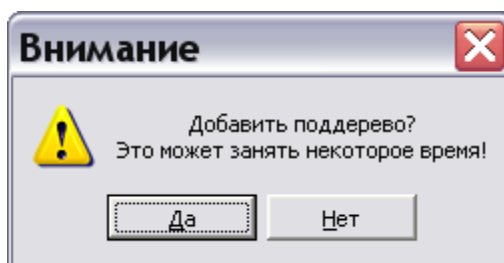

Рис. 18.25
4. Выберите «Да» в окне запроса на подтверждение добавления (Рис. 18.25).